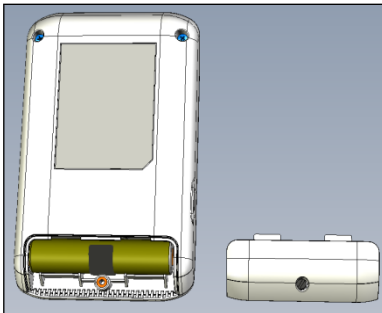
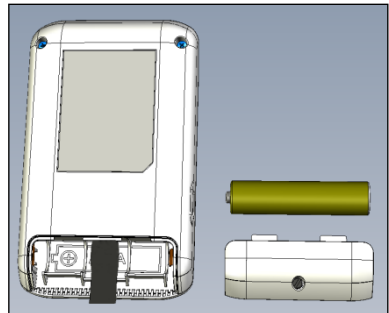

Bild 1a
Bild 1b
- 7.2.1. Så här sätter du i och byter batteri: Skruva bort skruven och ta bort batterilocket på enhetens baksida (bild 1a). Avlägsna det gamla batteriet (om det redan finns ett i batterifacket) med hjälp av det inbyggda tygbandet. Sätt i det nya batteriet enligt polaritetmarkeringarna inuti batterifacket (bild 1b), sätt tillbaka locket och skruva åt skruven.